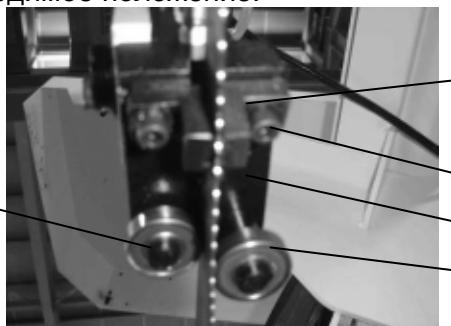

Рис.9
3. Твердосплавные направляющие пластины (H), Рис.9 должны быть отрегулированы таким образом, чтобы слегка касаться ленточного полотна. Для регулировки необходимо ослабить винт (K).
4. Подшипники, твердосплавные направляющие и нажимной подшипник в подшипниковом узле, Рис.9 и 10, должны быть отрегулированы относительно друг-друга.